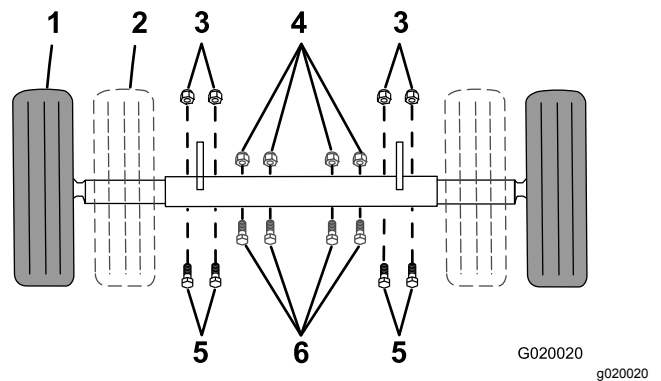

Figura 27
1. Enchufe el conector eléctrico de la máquina en el conector eléctrico del vehículo de remolque (Figura 27).
Si su modelo está equipado con un eje ajustable (Figura 27), puede ajustar el eje a la posición estrecha para pasar la máquina por un punto de acceso estrecho, como una cancela o la puerta de un edificio.
1. Punto de apoyo (2)
7. Retire los pernos y las tuercas que sujetan el eje interior al eje exterior (Figura 27).
- Deslice cada extremo del eje hacia dentro a la posición estrecha (Figura 27).
- Deslice cada extremo del eje hacia fuera a la posición extendida (remolcado) (Figura 27).
9. Sujete el eje con los pernos y las tuercas que retiró anteriormente (Figura 27) y apriételos a 87 N·m (64 pies-libra).